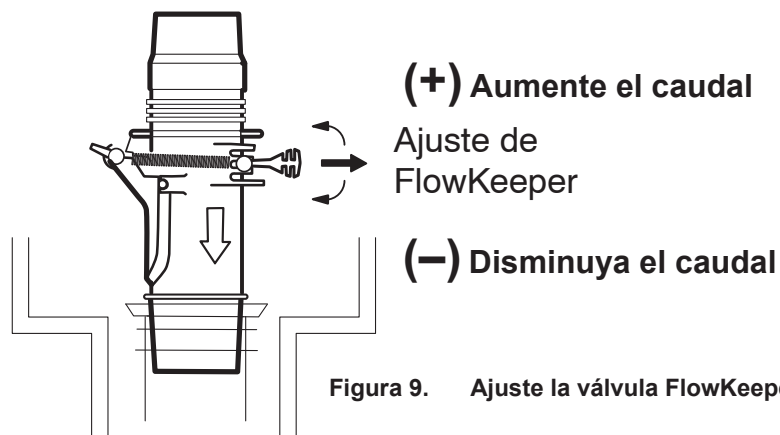

Figura 9. Ajuste la válvula FlowKeeper™
- Válvula Flowkeeper™ en el filtro superficial en instalaciones con filtro superficial (figura 9).